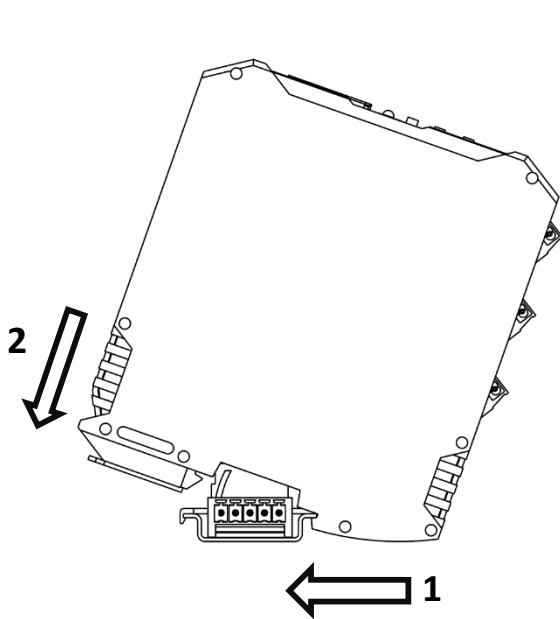

Figura 2: Montaggio su binario DIN
Il Modulo di Controllo può essere utilizzato anche in assenza dell'adattatore bus, saranno così montati su un binario DIN come mostrato nella **Figura 2**. In questo caso ogni modulo deve essere alimentato separatamente con 24 Vcc.
2. Inclinare il modulo e muoverlo verso la parte più bassa del binario DIN. Vedi **Figura 2**.